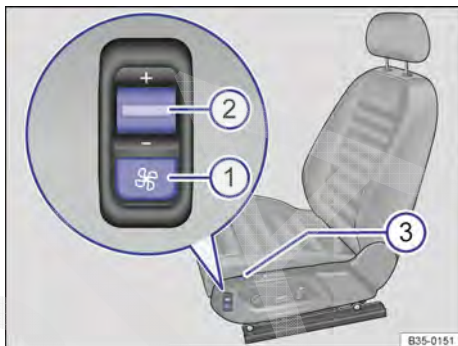

Fig. 106 No assento dianteiro: interruptor para a ventilação do assento.
- **Ligar:** com a ignição ligada, pressionar o botão → Fig. 106 📌, até que a luz de controle 📌 se acenda.